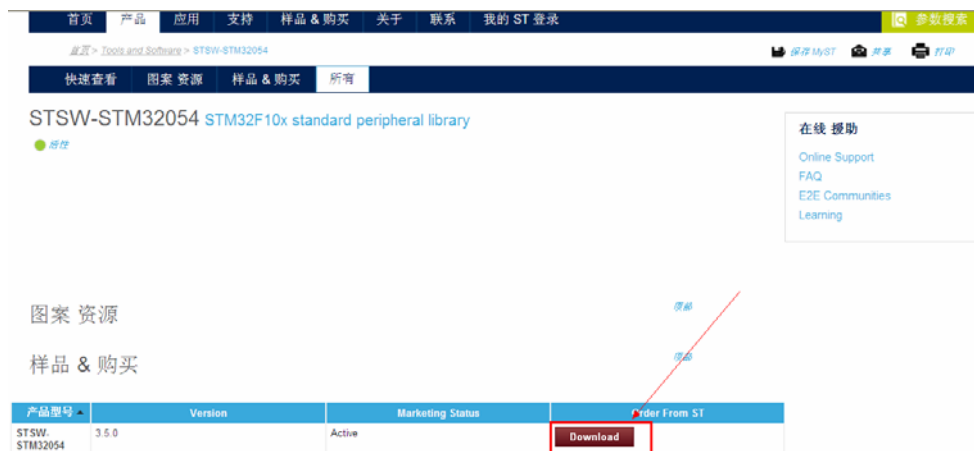

图 4-62 下载我们的库文件
9、下载我们找到的外设库，具体请大家登陆官网查看，比如我要下载一个最新的库，大家看下图，这个库文件我找到了，提示说是 3.5.0 版本的库文件，如下图 4-62 所示：